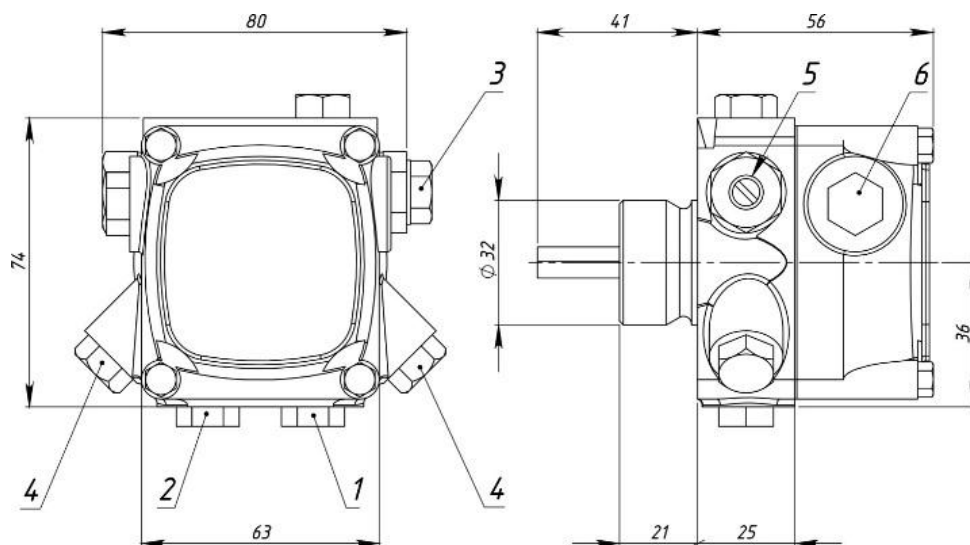

Рис. 2.
Топливный насос (Рис. 2) включает в себя корпус, в котором размещены ведущий вал с торцевым уплотнением, шестеренный нагнетательный узел.
Принцип работы топливного насоса заключается в следующем (Рис. 2): топливо через отверстие всасывания 1 и фильтр поступает к шестеренной паре, с помощью которой топливо через отверстие 3 попадает в подогреватель топлива Горелки. Блок топливный насос - электродвигатель с должны находиться непосредственно над топливным баком Рис.7. Регулировка давления нагнетания производится путем измерения степени сжатия пружины поршня с помощью винта регулятора давления 5.
- присоединить топливозаборник ( в составе: топливный шланг 2 м, обратный клапан, сетчатый фильтр, поплавок) к штуцеру всасывания топливного насоса (Рис.2 поз.1) и обжать хомутом. При опускании в топливный бак топливозаборник должен быть на 100-200 мм выше дна бака. Если топливозаборник слишком длинный отрежьте его. **Внимание удлинять шланг топливозаборника запрещено.**